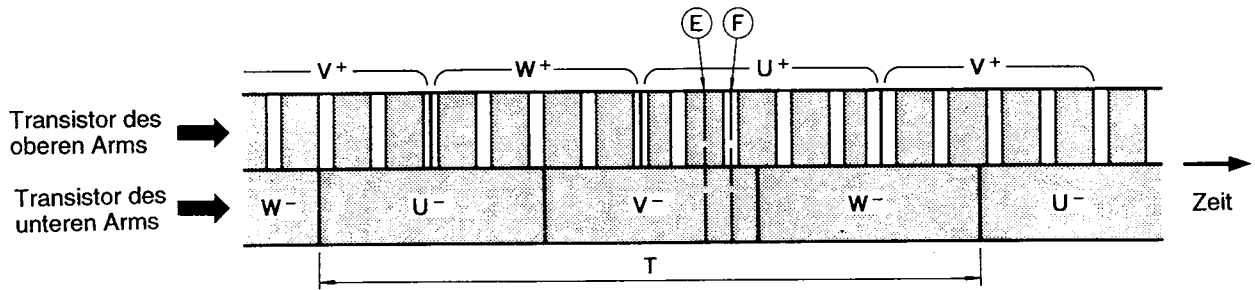
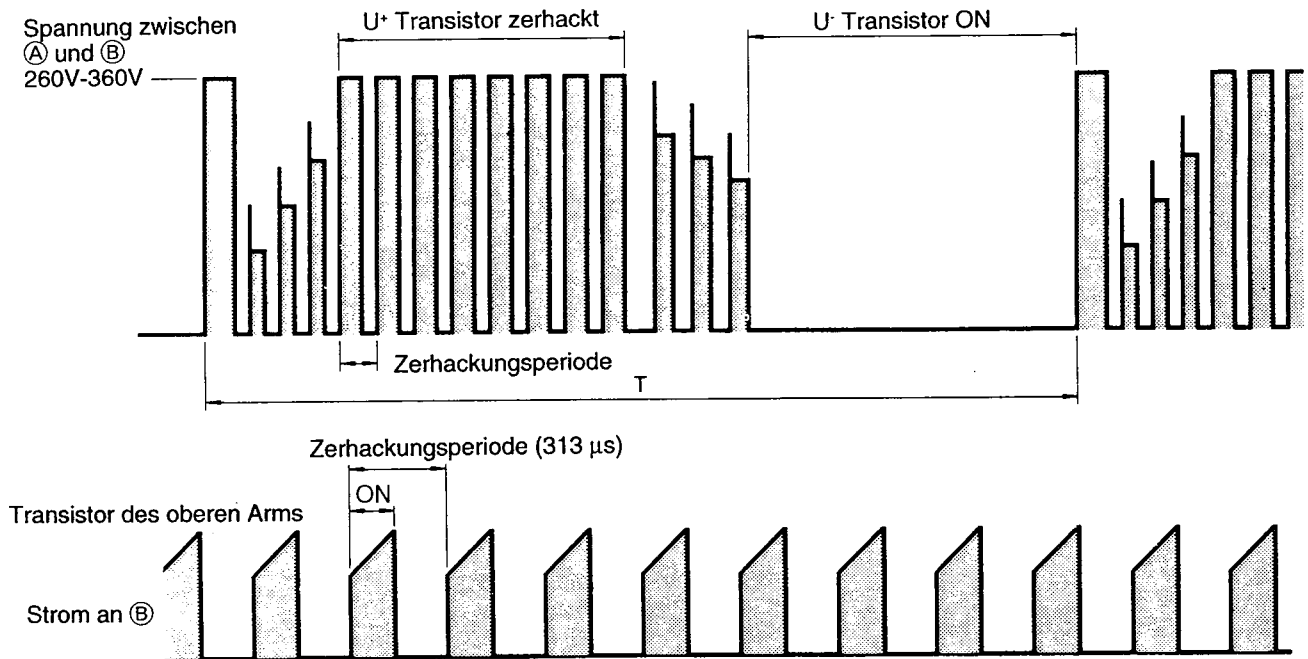

Abb. 3-2 Schaltfolge des Leistungsmoduls
Abb. 3-3 Spannungswellenform an jedem Punkt
- DC 260-360V is input of power module and power module switches power supply current according to rotation position of magnet rotor. The switching order is as shown in Fig. 3-2.
- Time T in Fig. 3-2 shows the switching period, and relation with rotation speed (N)of the compressor is shown by formula below;
- Fig. 3-3 shows voltage waveform at each point shown in Figs. 3-1 and 3-4.
- Eine Gleichspannung von 260V-360V wird in das Leistungsmodul eingegeben, und das Leistungsmodul schaltet den Versorgungsstrom gemäß Rotationsposition des Magnetrotors. Die Schaltfolge ist in Abb. 3-2 dargestellt.
- Die Zeit T in Abb. 3-2 zeigt die Schaltperiode, wobei der Zusammenhang mit der Drehzahl (N) des Kompressors durch die folgende Formel ausgedrückt wird.
- Abb. 3-3 zeigt die Spannungswellenform an jeden der in Abb. 3-1 und Abb. 3-2 gezeigten Punkte.
- Since current flows at point ⑥ only when U+ transistor is ON, the current waveform at point ⑥ becomes intermittent waveform as shown in Fig. 3-3. Since current at point ⑥ is approximately proportional to the input current of the air conditioner, input current is controlled by using DC current (Id) detection resistor.
- Da an Punkt ③ nur dann ein Strom fließt, wenn der U⁺ Transistor eingeschaltet (ON) ist, wird die Stromwellenform an Punkt ③ eine intermittierende Wellenform, wie es in Abb. 3-3 dargestellt ist. Da der Strom an Punkt ③ etwa proportional zum Eingangsstrom der Klimaanlage ist, wird der Eingangsstrom durch die Verwendung des Gleichstrom- (Id) Detektorwiderstandes gesteuert.